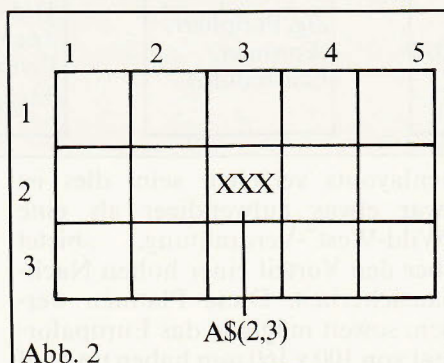

Abb. 2
Spalte mit dem Text "xxx" beschrieben. Bildlich vorgestellt sieht dieser Vorgang wie in Abb. 2 aus. Warum wir in unserem Programm eine solche Variable haben und wie das dritte Modul aussieht, erfahren Sie in der nächsten Lektion. (TM)